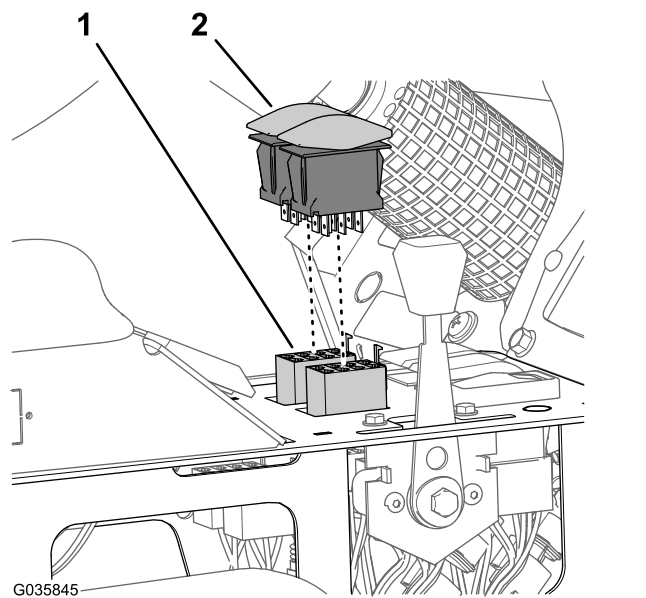

図 39
3. 左右のブーム昇降用のスイッチから、車両用のワイヤハーネスの8ソケットコネクタを外す 図 39。
4. ウルトラスونニックブーム仕上げキットのワイヤハーネスの 8 ソケットコネクタに、ロッカースイッチに接続する (図 39)。
5. 中央コンソールパネルの穴にブーム昇降スイッチを入れ、パチンとはまるまで完全に押し込む 図 39。